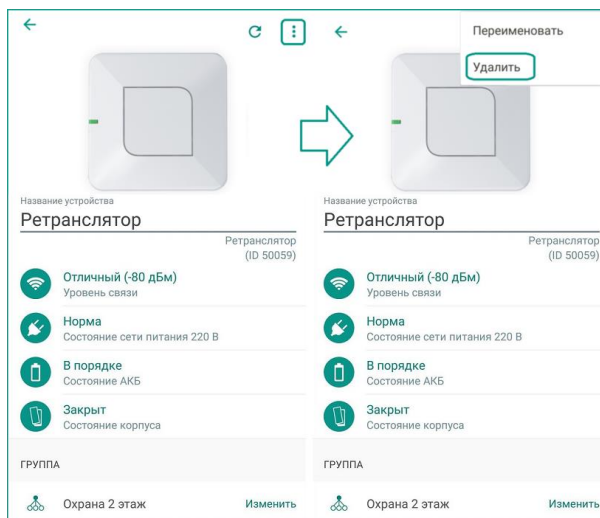

Рисунок 14.1 – Вызов меню на экране настройки ретранслятора
- 1) В приложении на экране настройки ретранслятора (см. рисунок 14.1).